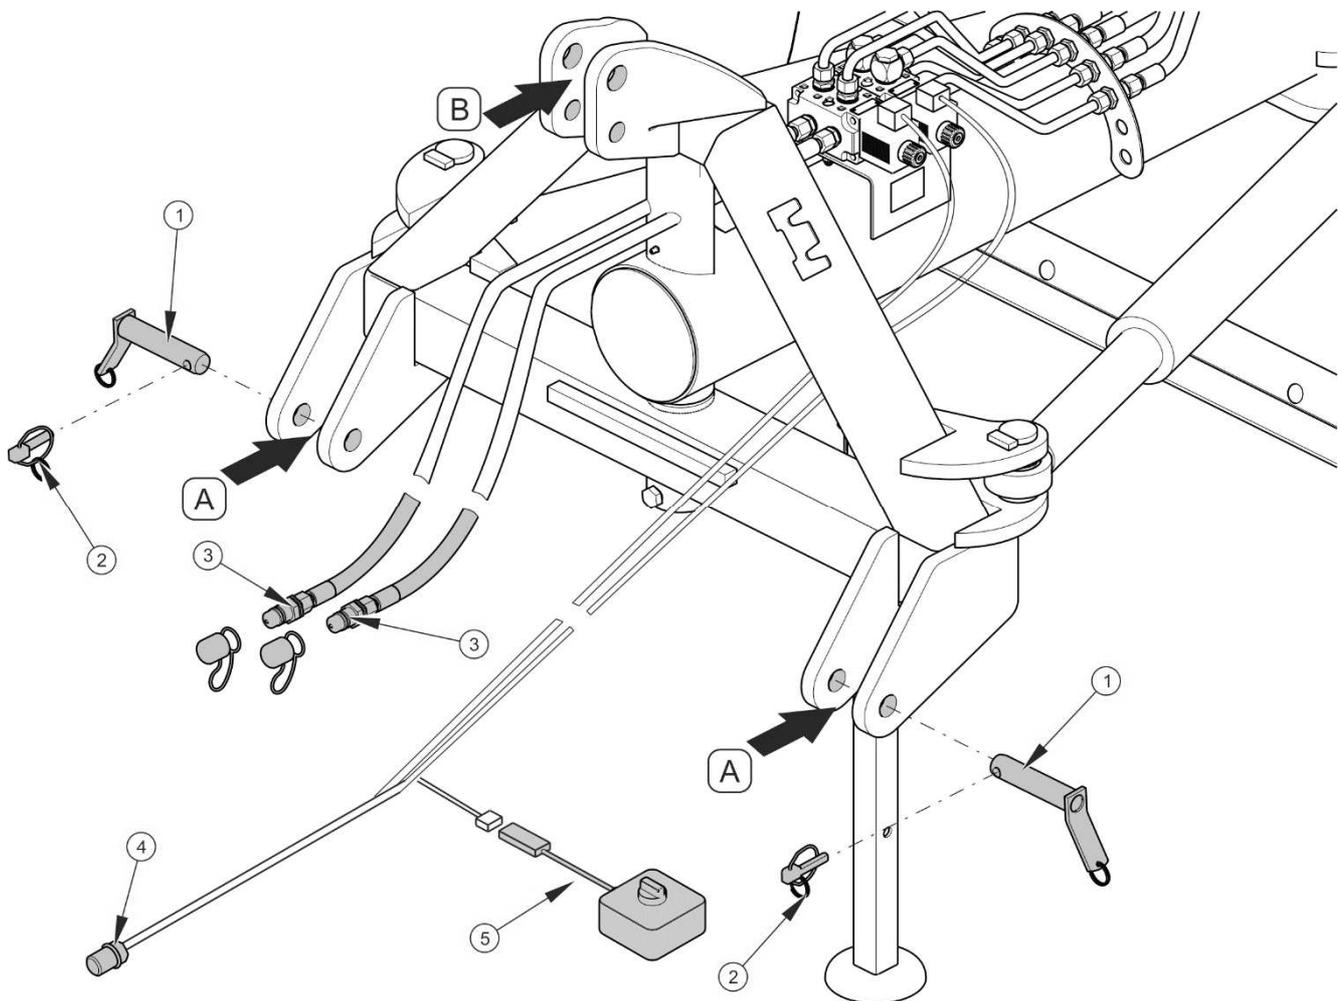
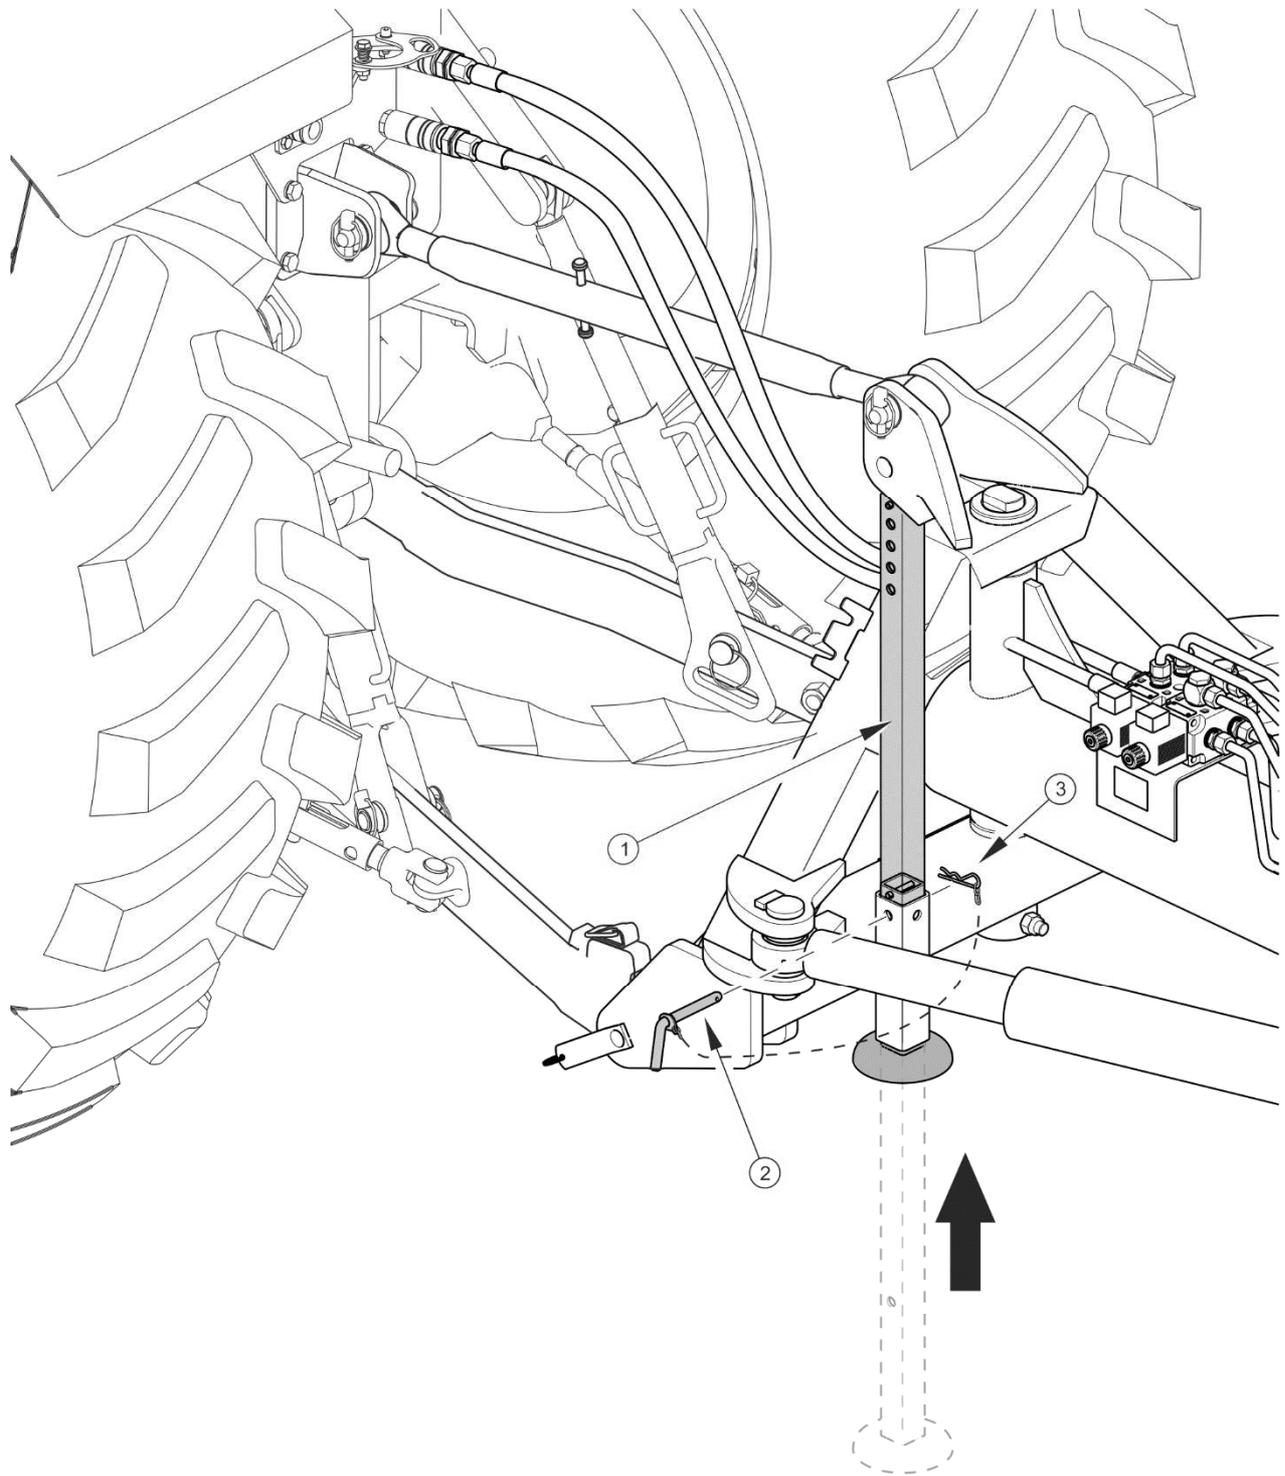

РИСУНОК 4.1 Подсоединение к трактору
РИСУНОК 4.2 Стояночная опора
- Подавая трактор задним ходом, приблизить нижние сцепные устройства трехточечной навески трактора к точкам (А) крепления в раме грейдера - (РИСУНОК 4.1).
- При помощи шкворней (1) соединить нижние точки крепления (А) с нижними тягами трактора и заблокировать шплинтами (2).
- Подсоединить быстрые разъемы (3) гидропроводов к системе внешней гидравлики трактора.
- Подсоединить 3-пиновый штекер (4) электрического разъема к 3-пиновому гнезду электрической системы трактора.
- Подключить переключатель (5) к главному пучку и разместить в кабине оператора в легкодоступном месте.
- Поднять стояночную опору (1) и заблокировать в этом положении шплинтом (2) и чекой (3) - (РИСУНОК 4.2).